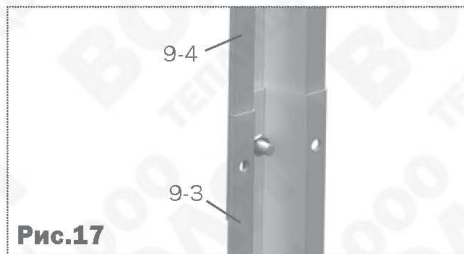
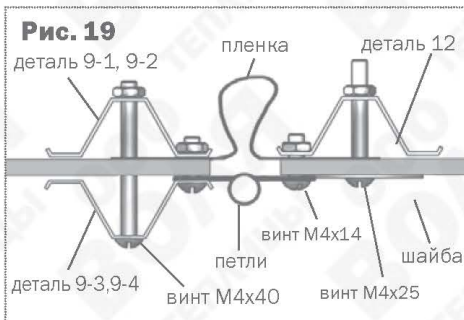
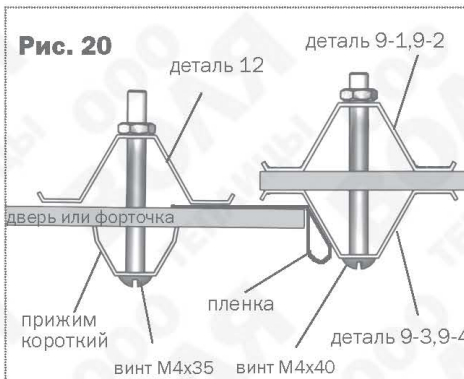

Рис.17
Рис.19
Рис.20
4. Состыкуйте детали **9-3** и **9-4** (рис.17) и установите их в соответствии с рис.19. Прижмите куски поликарбоната по краям со стороны двери и форточки накладками **9-3, 9-4** (рис.19), оставляя отверстия под вертушки. Вырежьте куски покрытия для установки над дверными проемами и под дверными проемами, установите их, закрепив шайбами (рис.22) на детали **10**.
6. Закрепите куски покрытия на форточки и двери по стороне навеса петлями шайбами (рис.19), а по другим сторонам - прижимами (рис.20), предварительно закрыв соты (оклеив их скотчем). По сторонам, противоположным петлям покрытие должно выступать за каркас на 15 мм (рис.20). Петли накладываются поверх поликарбоната и при затягивании винтов поликарбонат под петлями сминается.
7. Щели в дверном проеме закрываются полиэтиленовой пленкой (рис.19, 20).